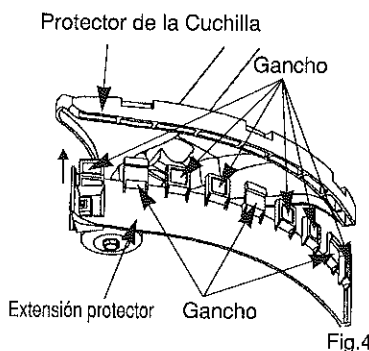

Fig.4
3. Coloque la extensión del protector en los agujeros como se muestra en la fig 4. Asegurándose que las pestañas Fig. 5 entran en la posición correcta.